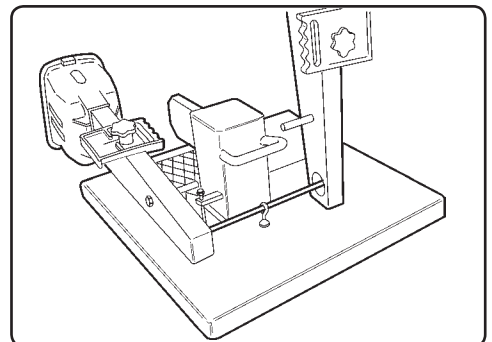

Fig. 13
- Steek de balans in de zitting van de tweede bedieningshendel (Afb.13) en steek de koploze schroef van de hendel in het daarvoor bestemde gat op het frame en zet vast met de zelfblokkerende moer.